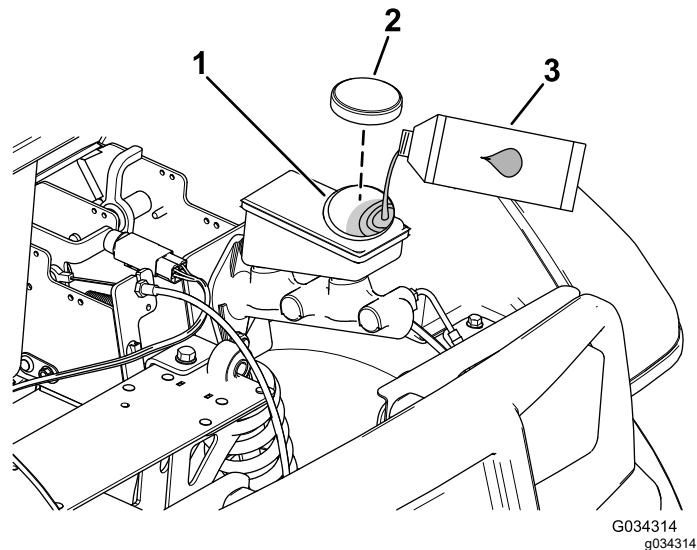

Bild 50
2. Heben Sie die Haube an, um den Hauptbremszylinder und den Behälter zugänglich zu machen (Bild 50).
- A. Reinigen Sie den Bereich um den Behälterdeckel und nehmen den Deckel ab (Bild 50).
- C. Schrauben Sie den Behälterdeckel wieder auf (Bild 50).